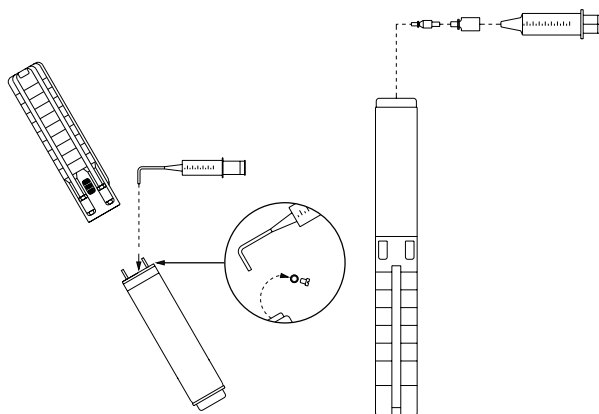

Fig. 2 Poziția pompei în timpul umplerii – MS 4000 și MS 402
1. Poziționați pompa vertical, cu motorul ca în fig. 2.
2. Injectați lichidul în motor cu ajutorul unei seringi de umplere, fig. 2, până când lichidul se scurge din motor pe lângă arborele motor.